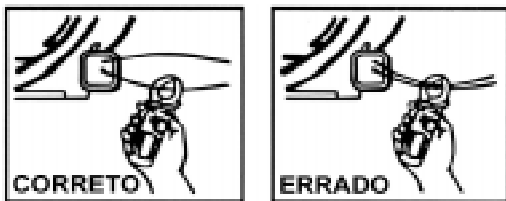

Figura 2
3. Pressione o gatilho para abrir a garra transformadora e insira apenas o condutor com a corrente a ser medida, no centro da garra. A garra deve estar completamente fechada antes de efetuar a leitura. Observe a Figura 2.